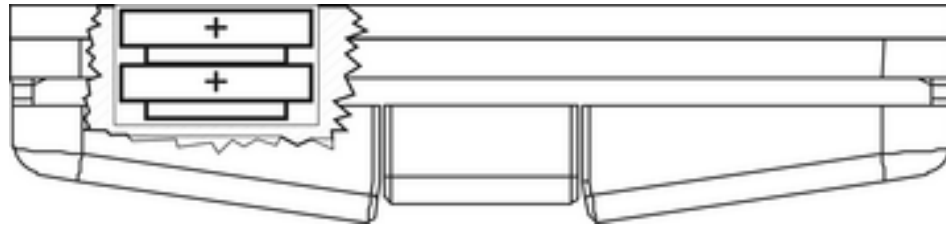

Figura 6: Colocar las pilas
- Colocar pilas nuevas en el compartimento. Tener en cuenta la polaridad: El polo positivo de la pila debe colocarse arriba (figura 6).